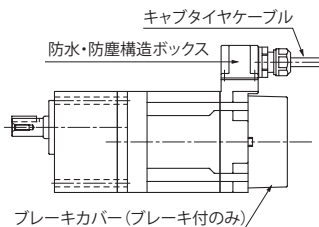

図 6-1
- **40～90W防水形モータの場合**、防水・防塵構造ボックス(図6-1参照)のフタは絶対にあけないでください。防水・防塵効果が失われ、感電、損傷、火災のおそれがあります。